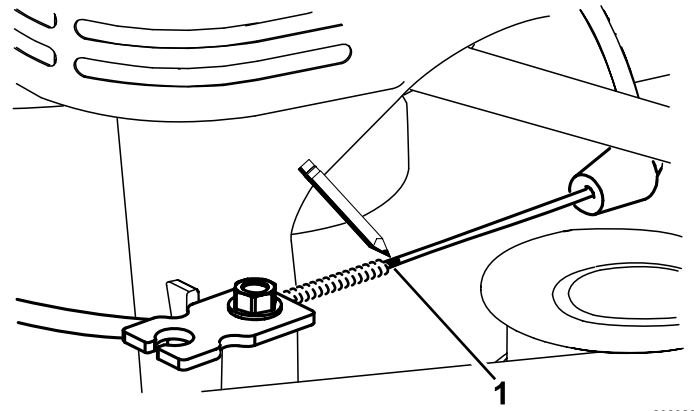
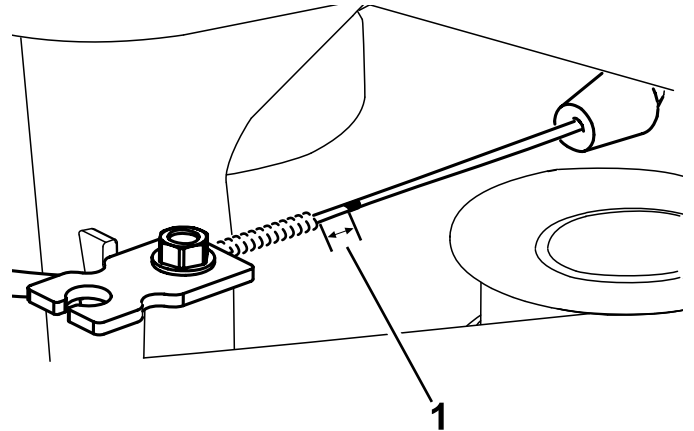

Figure 47
Figure 48
7. Faites une marque sur le câble de frein (Figure 47), puis réglez la gaine jusqu'à obtenir un mou d'environ 3 mm ($\frac{1}{8}$ po) (Figure 48).